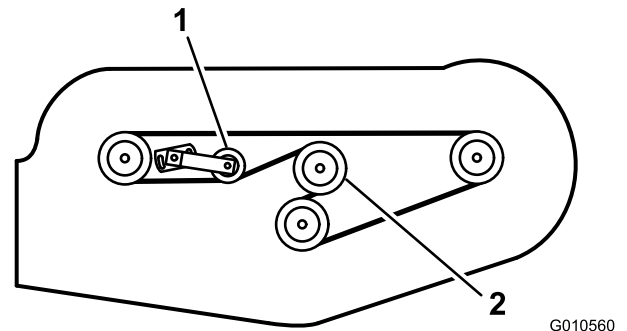

Bild 31
6. Verlegen Sie den neuen Riemen um die Riemenscheibe des Getriebes, die Spindelriemenscheiben, die starre Riemenscheibe und die verstellbare Riemenscheibe (Bild 31).